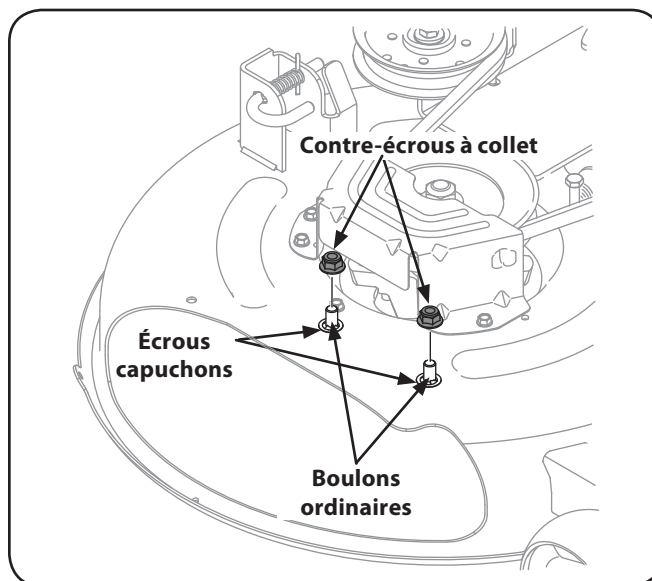

Figure 3-2
2. Ne retirez pas les écrous capuchons ni les boulons ordinaires. Ils faciliteront l'installation de la goulotte. Voir la Fig. 3-2.